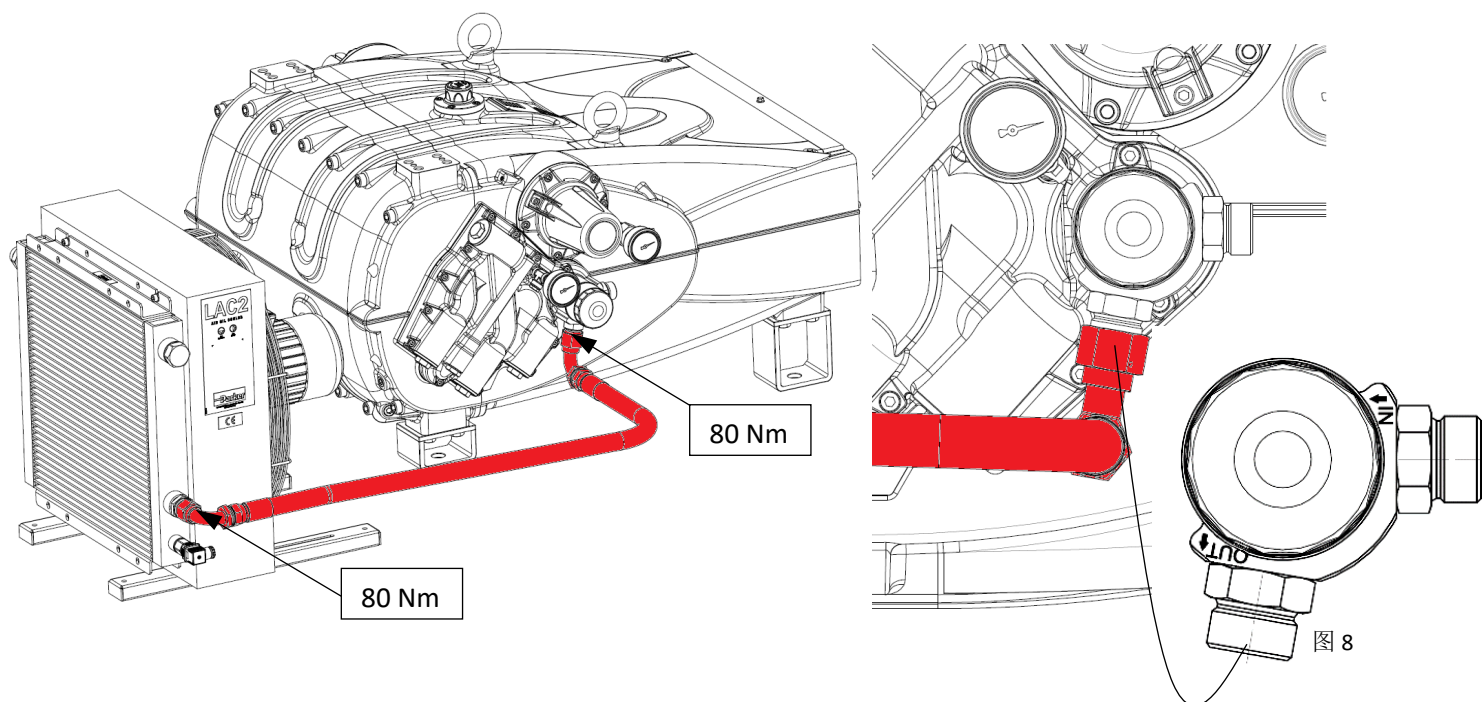

图 8
1. 使用 90° 弯头将第一根管道连接到位于换热器下侧入口处的接头，并连接到泵上对应于“OUT”标记的适配器和（见图 8）。以 80Nm 的扭矩拧紧